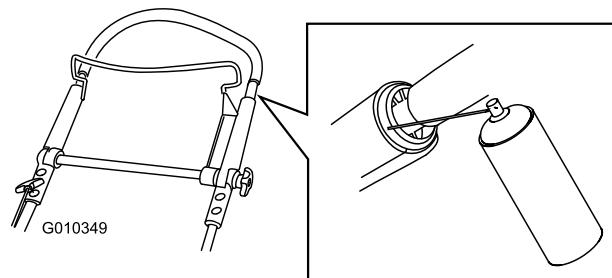

Рисунок 47
1. Распылите смазку на наружный пластмассовый конец внутренней части рукоятки (Рисунок 47).